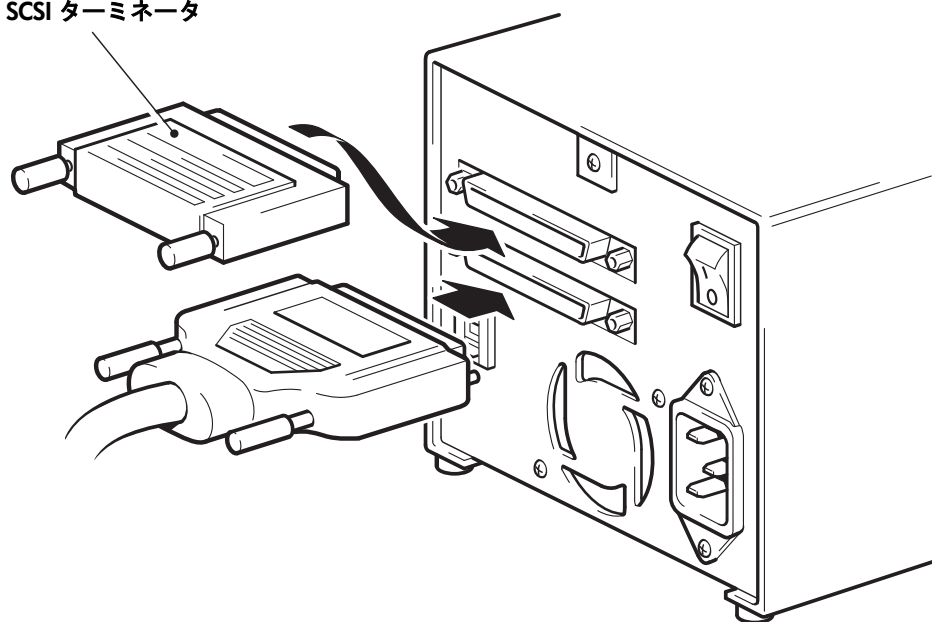

図 5: SCSI ケーブルの接続
- 4 SCSI ケーブルの HD コネクタをテープ・ドライブの後部パネルにある SCSI コネクタの 1 つに接続し、ネジで固定します (図 5 を参照)。